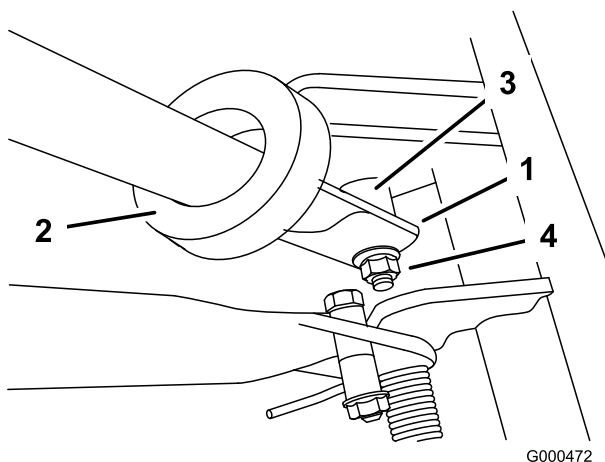

図 5
2. ハンドル・サポート・アームの溝にハンドルを差し込む(図 5)。
3. 左右のハンドル端を内側に押し縮めるようにして、ピボット・ピンの段部に取り付ける (図 5)。
4. フランジ・ロックナットを使って、ハンドルをキャップスクリューとピボット・ピンに固定する (図 5)。